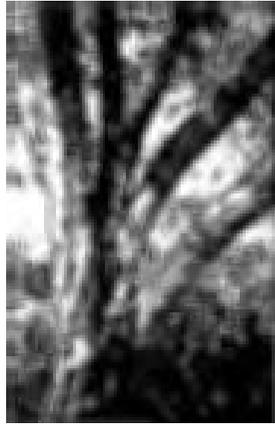

Figura 1. Ramas madres que nacen de un mismo punto.
- Los ángulos de inserción no deben ser cerrados y las ramas no deben nacer de un mismo punto (Figura 1)